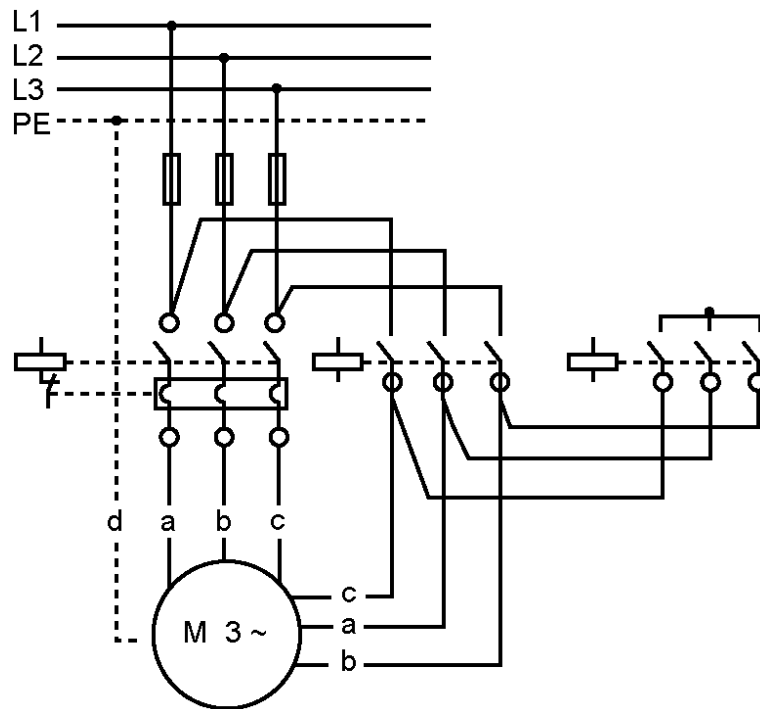

Рис. 4
- Запуск звезда-треугольник: (см. рис. 4)